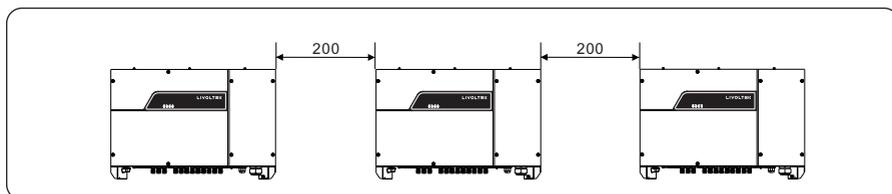
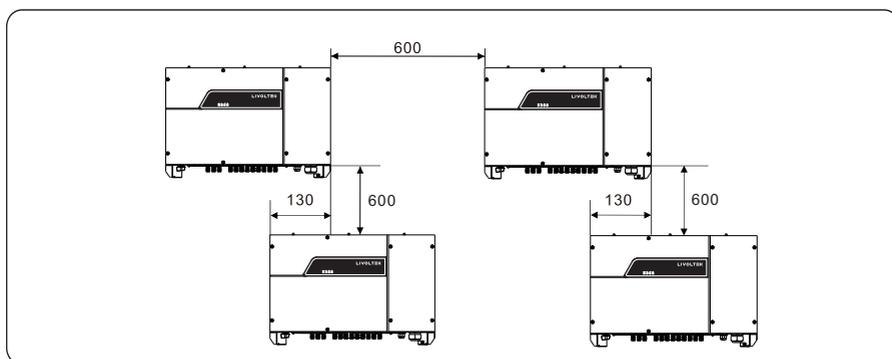

Figura 4.5 Instalação ao longo da mesma linha (unidade: mm)
Figura 4.6 Instalação no modo triângulo (unidade: mm)
- c. Ao instalar vários inversores, instale-os ao longo da mesma linha (conforme mostrado na Figura 4.5) se houver espaço suficiente disponível, e instale-os no modo triângulo (conforme mostrado na Figura 4.6) ou no modo empilhado (conforme mostrado na Figura 4.7) se não há espaço suficiente disponível. Os modos de instalação garantem espaço suficiente para instalação e dissipação de calor.